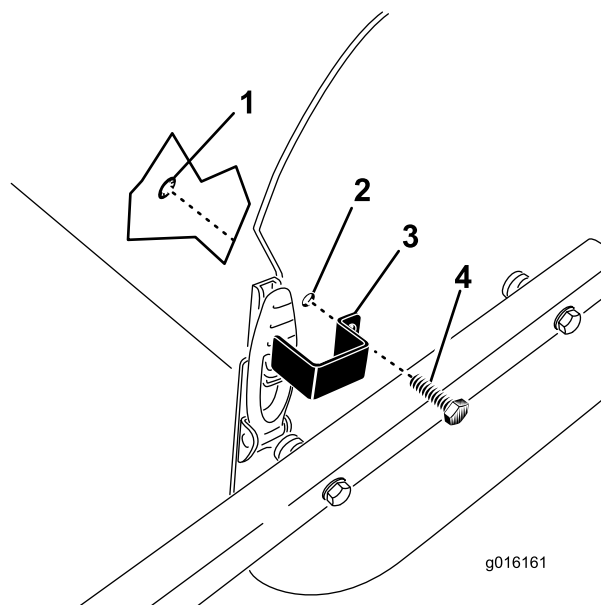

Рисунок 35
- Выверните монтажное отверстие с отверстием в боковой панели и установите скобу защелки на защелку капота (Рисунок 35).
- Закрепите скобу защелки на боковой панели самонарезающим болтом и стопорным кольцом (Рисунок 35).